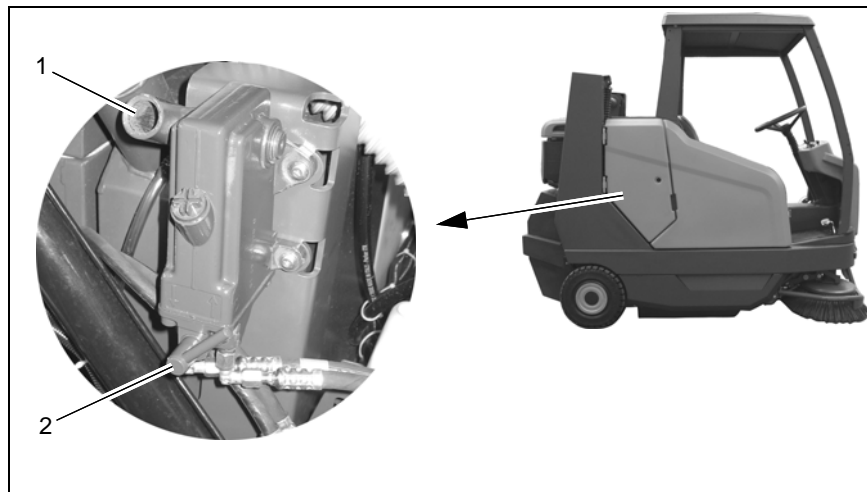

Abb.21
2. Seitenklappe öffnen und den Pumpenhebel auf die Handpumpe (Abb. 21/1) stecken.
3. Knebel (Abb. 21/2) an der Pumpe auf "heben" stellen (Pfeil nach oben) und die Kabine mit dem Pumpenhebel bis zum Anschlag hochpumpen.